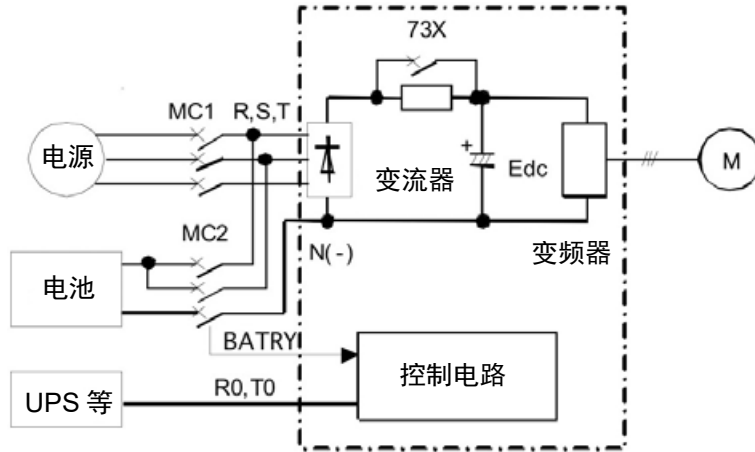

图5.3-14 接线图示例
- (1) 将端子指令[BATRY/UPS]（数据=59）分配至任意数字量输入端子。
- (2) 如下图 5.3-14 所示，由电池向主电路（L1/R-L3/T 或 L2/S-L3/T）供给直流母线电压。
- (3) 向辅助电源端子(R0-T0)输入规定电压（正弦波或直流电压）。
- (4) MC2 为 ON 时，[BATRY/UPS]（数据=59）分配的端子必须同时为 ON。